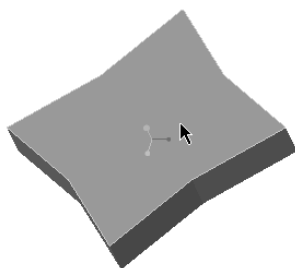

图 6-157 指定草绘平面
3) 单击图 6-157 所示的实体面以指定草绘平面, 默认以 RIGHT 基准平面作为“右”方向参考。